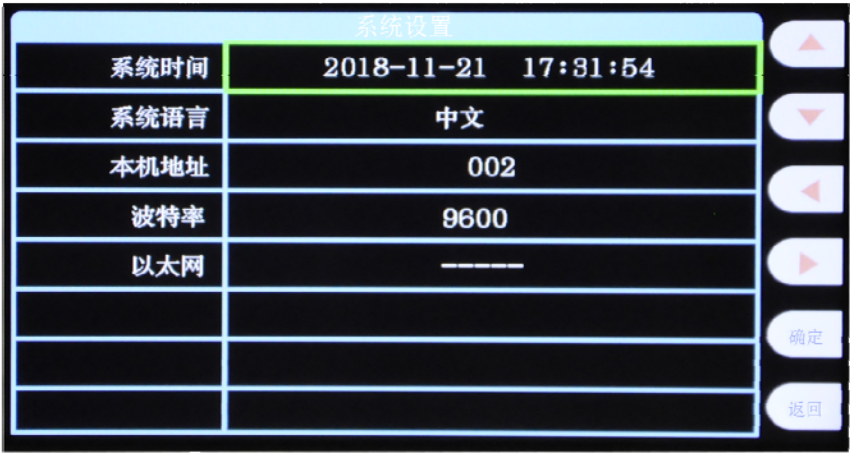

图 4-6
- 2. 绿色框默认进入时停留在第一项，通过图 4-6 右侧侧方向键移动绿色框，选择要修改的参数。
- 3. 选中要修改的参数后，按图 4-6 右侧按键确定键，绿色框颜色变红色，此时该项参数可修改。
- 4. 按图 4-6 右侧方向键进行参数修改。
- 5. 参数修改完成后，再次按图 4-6 右侧按键确定键，移动框颜色从新变绿色，参数不允许再修改，仅可移动选择参数。